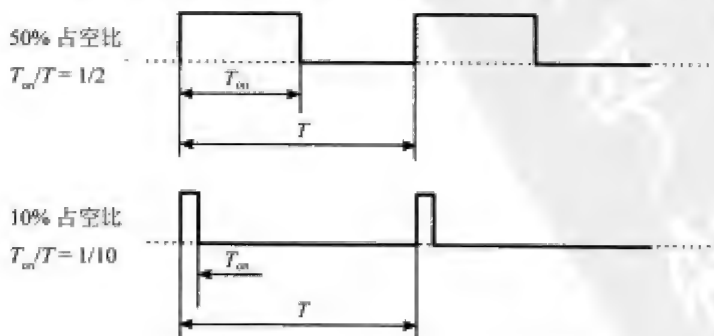

图 16-1 不同占空比的 PWM 信号示例
PWM 信号的工作方式非常简单。以定时器及其周期寄存器产生的规则时间间隔来产生脉冲，尽管脉冲宽度 (T_{on}) 不是固定的，但是它是可编程的，可以在时间间隔的 0% ~ 100% 之间变化。脉冲宽度 (T_{on}) 和信号周期 (T) 之间的比率称为占空比 (duty cycle)，如图 16-1 所示。